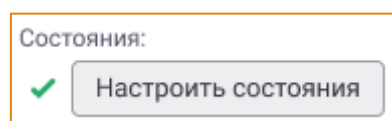

Рис. 276 – Поле «Состояния»
- **Состояния** – поле содержит индикацию наличия настроенных состояний для элемента, а также кнопку **Настроить состояния** – для вызова редактора настройки состояний (Рис. 276).